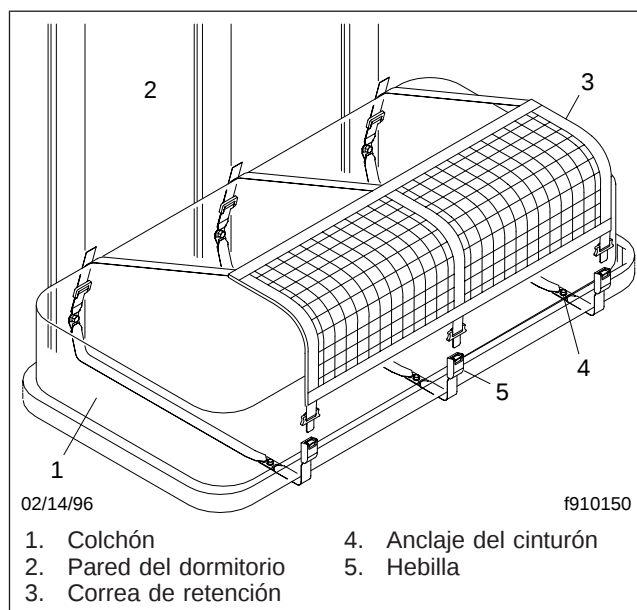

Figura 5.11, Dispositivo de retención de litera
1. Comenzando al pie de la litera, levante el extremo del acoplamiento del cinturón lo suficiente para trabar la hebilla. Vea la **Figura 5.11**.